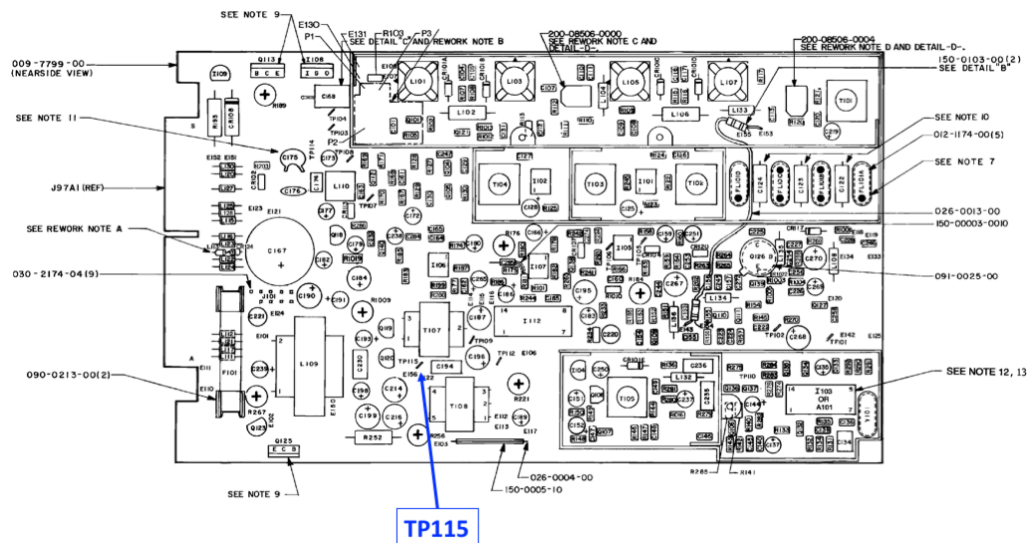

Figure 6.5.1.
- Brancher la sonde jaune de l'oscilloscope au point TP115 de la radio (voir figure 6.5.1. ci-dessous) :